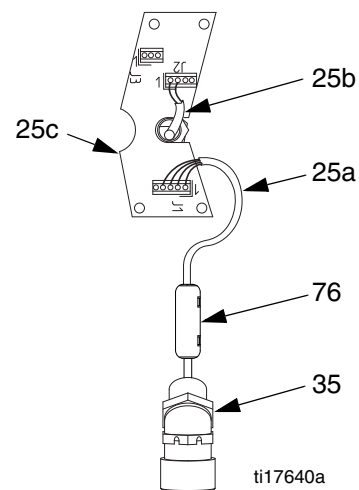

FIG. 27. Branchements des fils du circuit imprimé
- a. Consultez la FIG. 27. Débranchez le câble du capteur (25a) du connecteur J1 sur le circuit imprimé (25c). Retirez et conservez la ferrite (76).
- c. Débranchez les fils extérieurs du circuit d'IS des connecteurs J2 et J3 du circuit imprimé et des deux blocs de bornes (46). Débranchez les fils du capteur de position des deux blocs de bornes. Conservez les blocs de bornes.
- e. Dévissez les réducteurs de tension conducteur (74a et 35) du carter du réducteur. Retirez le réducteur de tension à 45° (35) et la gaine de câble du capteur du boîtier. Ne démontez pas le capteur de l'orifice de sortie (P).
- f. Débranchez le capteur de position et les pièces de fixation du carter du réducteur (1). Consultez la page 22. Assurez-vous de retirer l'adaptateur du capteur de position (78). Conservez ces pièces.
11. Dévissez les écrous (15) des barres d'accouplement (3). Retirez l'intégralité de la section de fluide. Dévissez les barres d'accouplement (3) du carter du réducteur.